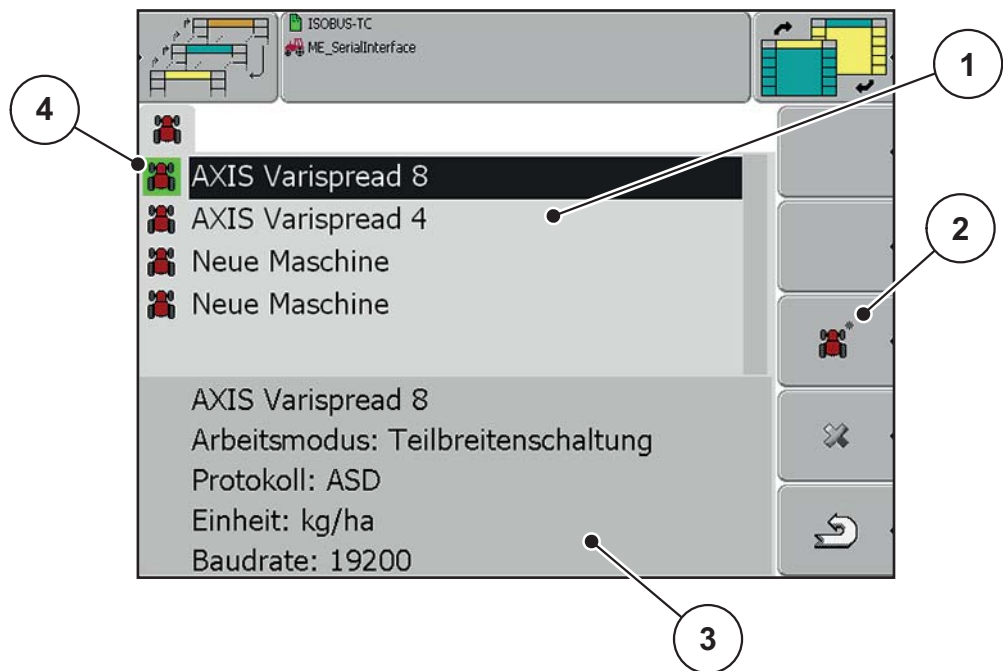

Bild 4.3: Menü Maschinenliste
- ▷ Die aktive Maschine ist grün markiert. Siehe Bild 4.3, Position [4].